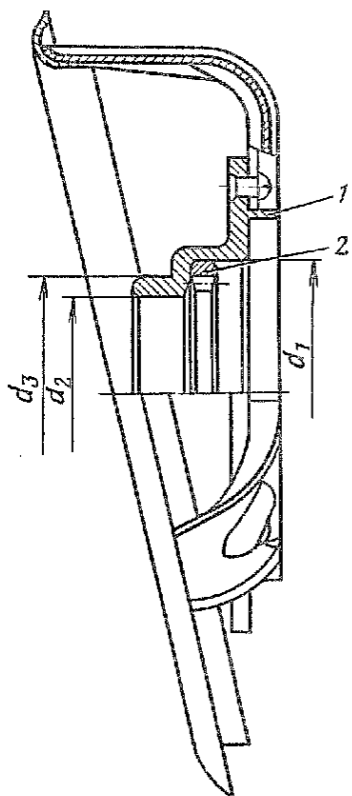

Рис. 216. Тросоукладчик в сборе:
2.7. Тросоукладчик в сборе (рис. 216)